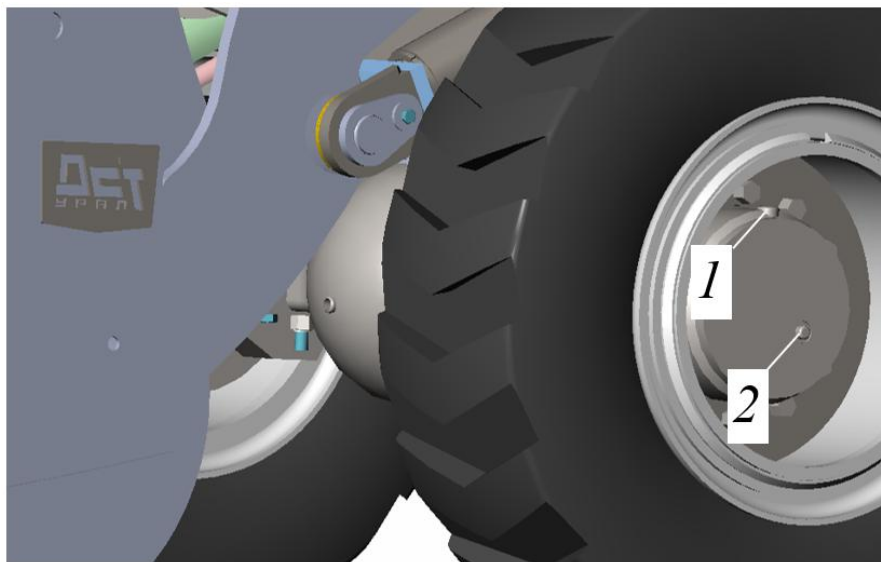

Рисунок 5.66. Замена масла в переднем мосту
- ▶ Двигая машину взад и вперед установить колесный редуктор в положение, когда сливная пробка 1 будет размещена в самом низу на 6 часов, см. рис. 5.66.
- ▶ Ослабить, но не выкручивать пробки 1-4 на колесном редукторе и картере моста, рис. 5.66.
- ▶ Закрутить пробку маслосливного отверстия картера моста поз. 4, рис. 5.66 моментом 25-35 Н*м. Пробки 1 и 2 на колесных редукторах завернуть, но не затягивать.
- ▶ Через наливное, оно же контрольное отверстие картера моста поз. 3, рис. 5.66 заливать масло до момента, пока уровень масла не достигнет нижней кромки отверстия. Затем закрутить пробку маслосливного отверстия, поз. 3 моментом 25-35 Н*м.
- ▶ Двигая машину взад и вперед установить колесные редуктора в положение, когда сливная пробка 1 будет размещена сверху на 12 часов, см. рис. 5.66, пробка для контроля уровня масла поз. 2 будет размещена сбоку справа.
- ▶ Выкрутить пробки наливную поз. 1 и для контроля уровня масла поз. 2, рис. 5.66.
Через отверстие поз. 1 заливать масло до момента, пока уровень масла не достигнет нижней кромки контрольного отверстия поз. 2, рис. 5.66.